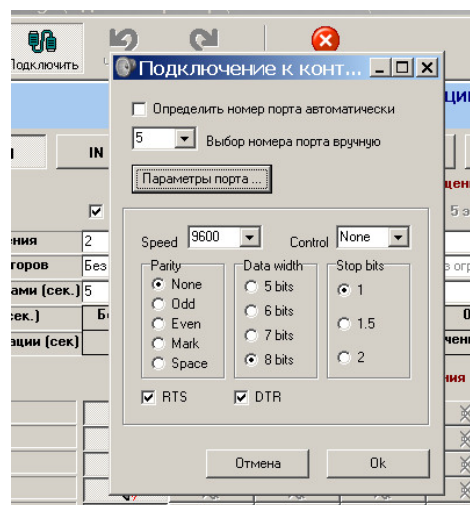

Рис. 45
- Проверьте параметры порта нажав на кнопку «Параметры порта». При необходимости, установите параметры так, как показано на рис.45.